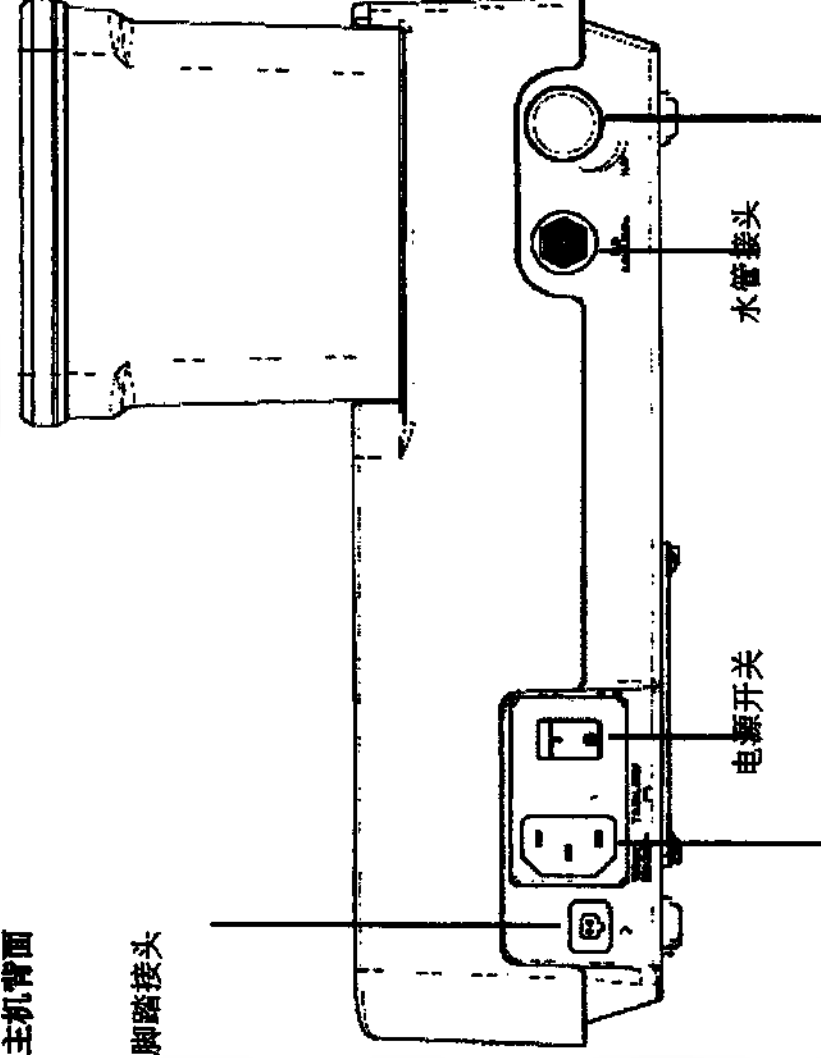

图 2
5.1.3 将脚踏板的插头插入主机壳上的脚踏开关连接器。（见图 2）
5.1.4 用干净的水填充水箱或将水管的一端连接到水管，另一端连接一个清水容器（见图 2）